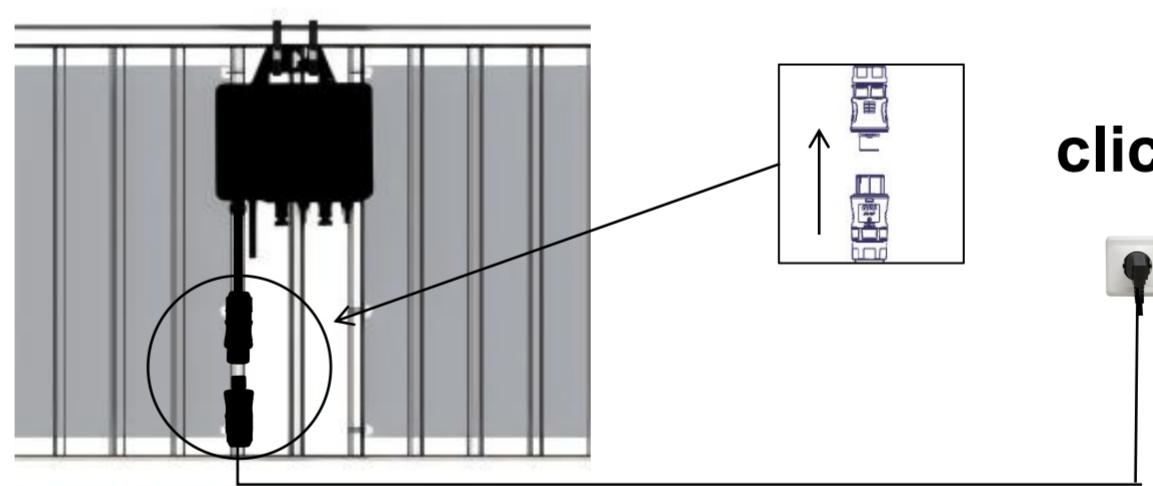

Figura 1
- Para evitar un consumo adicional de energía proveniente de la alimentación nocturna de la máquina, el microinversor obtiene energía del panel en lugar de la red. Si los paneles flexibles conectados en serie reciben suficiente luz solar, el LED de la máquina en la esquina inferior izquierda parpadeará en rojo después de que las líneas de CC se conecten a la máquina (Figura 1). Si el LED no parpadea, puede que la luz solar sobre los paneles no sea suficiente. En este caso, intenta mover los paneles flexibles a otro lugar con más luz solar.